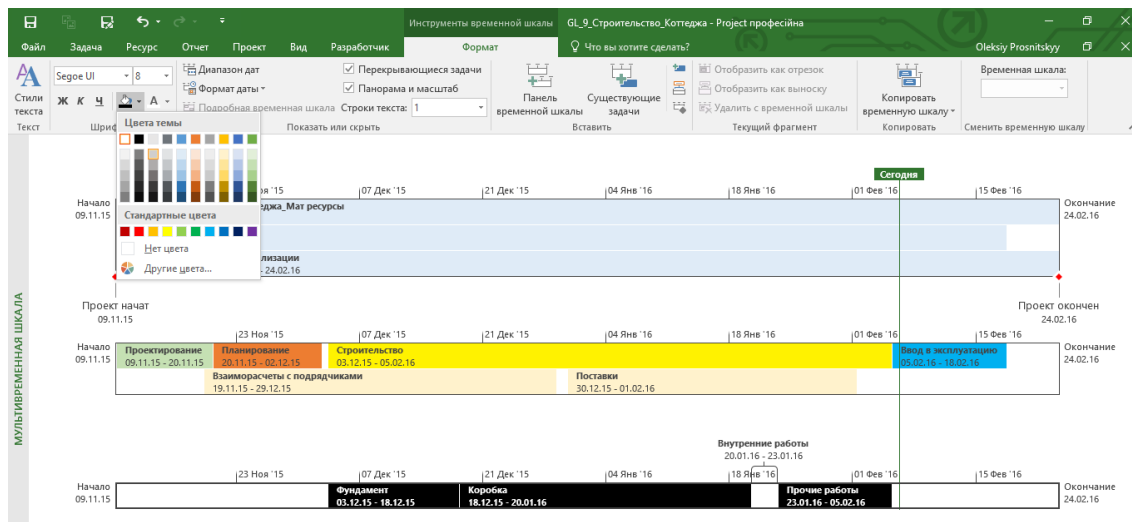

Рисунок 9.18 – Разукрашивание временных шкал
6. После добавления данных на временные шкалы можно заняться художественным оформлением внешнего вида (см. рисунок 9.18).